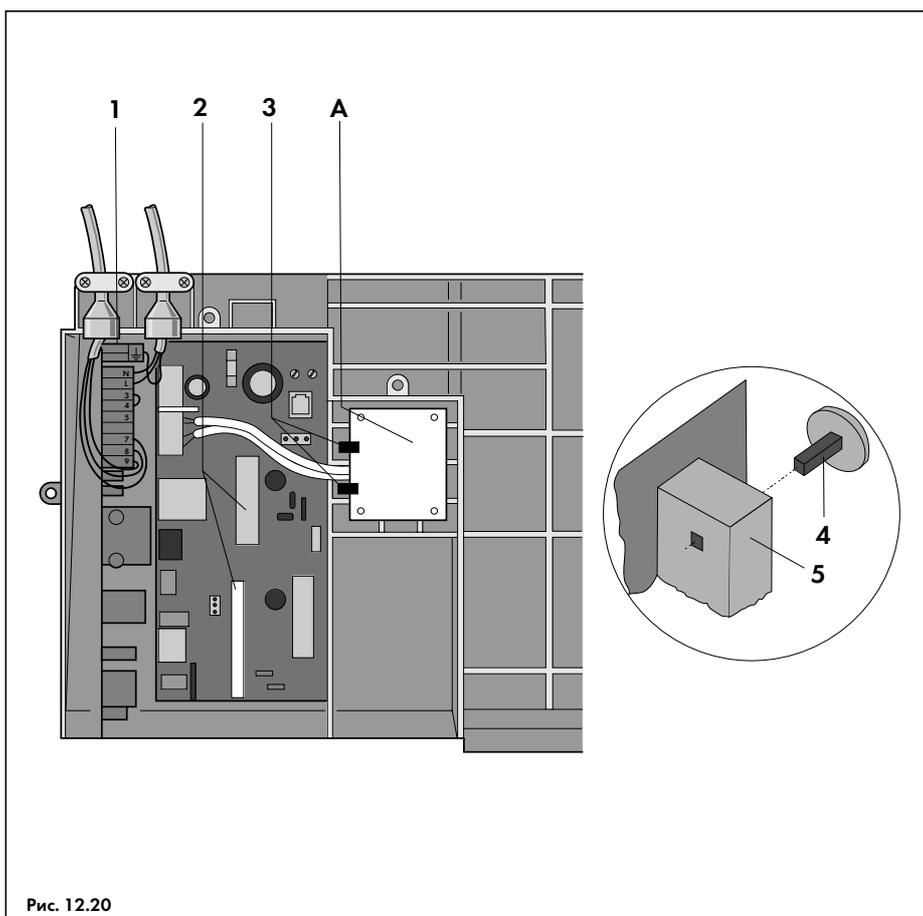

Рис. 12.20
- Отсоединить кабели трансформатора (А, рис. 12.20) от печатной платы;
- Отжать фиксаторы (3, рис. 12.20) и снять трансформатор с панели управления;
- Разъединить штекерный разъем на плате управления (2, рис. 12.20);
- Вытащить коммутационную плату (1, рис. 12.20) из разъема на плате управления;
- Установка плат производится в обратной последовательности, при этом необходимо обратить внимание на то, чтобы шпидели ручек управления (4, рис. 12.20) корректно вошли в соответствующие отверстия потенциометров и переключателя (5, рис. 12.20) на плате управления;